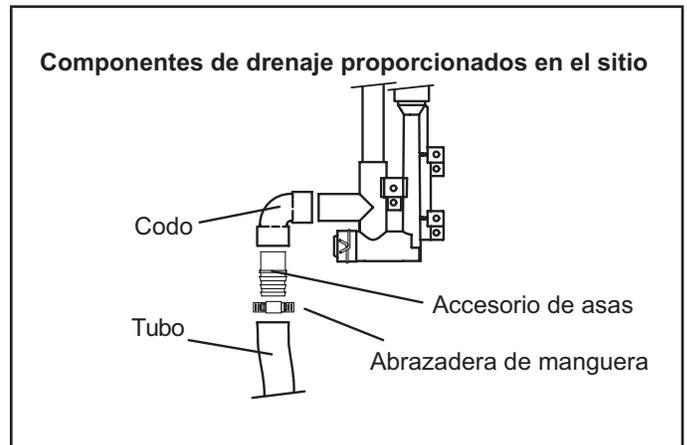

Figura 46
**NOTA:** Se puede usar un tubo de tamaño apropiado y un accesorio de asas para el drenaje de condensado. Conéctelos al drenaje en la trampa con una abrazadera de manguera. Ver Figura 46.